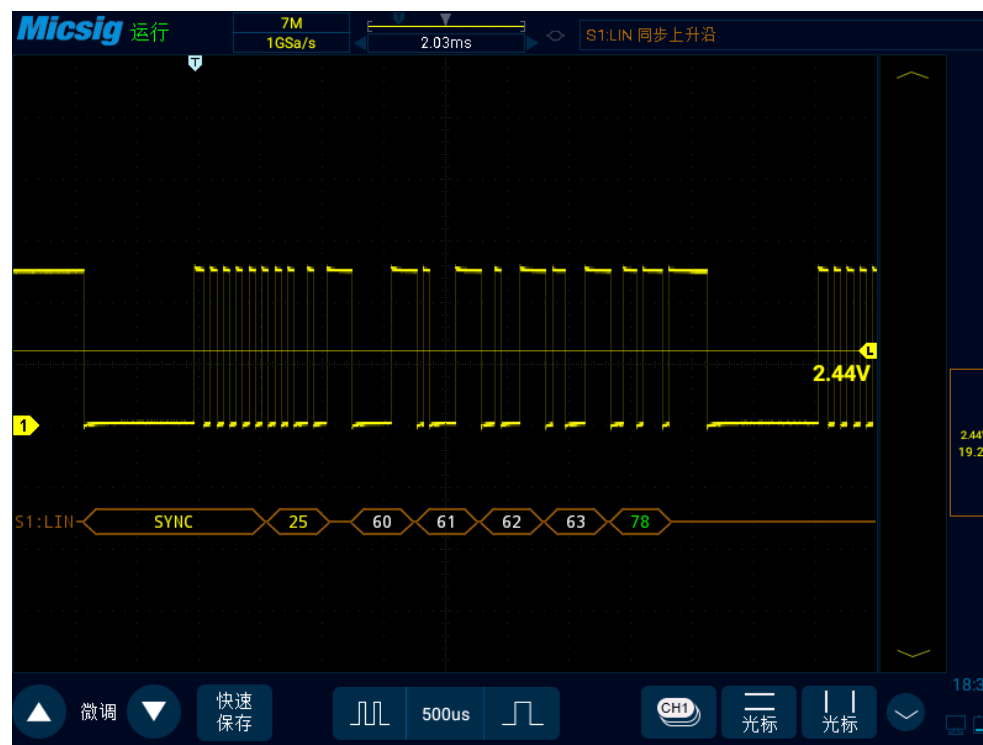

图12-12 LIN 图形界面
- (4) 点按  配置信息，打开解码通道阈值电平调节框，上下拖动调节框可以调节阈值电平；根据信号的幅值电平调节阈值电平使信号稳定触发。LIN 触发图形界面见图 12-12：